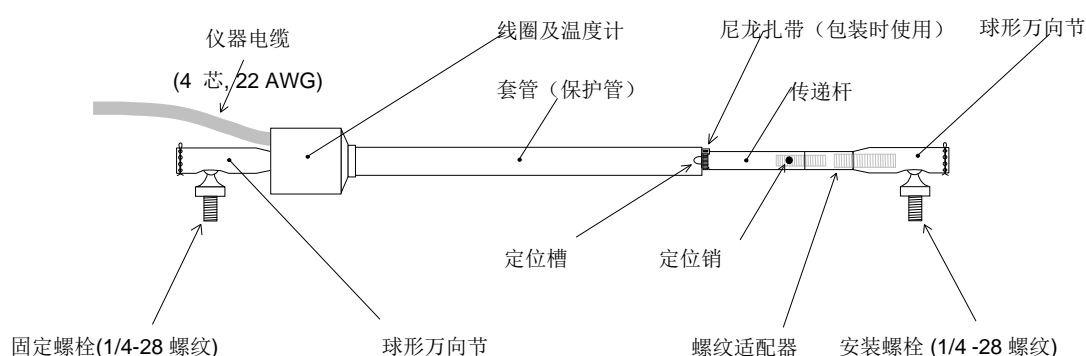

图1—4420型振弦裂缝计
收到仪器就应检查是否工作正常(包括半导体温度计)。裂缝计到货时,传递杆固定在大约50%量程的松紧程度(见图1),让仪器处于拉伸状态,因而在运输期间受到保护。把仪器与读数仪相连并读数(见第3章节),读数应稳定并在4000—5000之间。
注意裂缝计率定表显示了在零点的真实读数，拉伸范围25%，50%，75%和100%。这些读数可用于在其任何范围内指导设置裂缝计。裂缝计能一直拉伸到获得满意读数为止（见第三节读数指导），然后固定此位置，并同时测量锚固间距（螺栓拧在球形万向节上，见图1）。测量结果可用于指导钻孔或焊接锚固间距。
- 2) 用已固定的锚杆安装裂缝计，如果在中间位置安装仪器，把固定传感器传递杆绑好的尼龙扣拆除（见图1）。用灌浆或环氧填注钻孔并将锚杆推进直至与表面齐平，然后使用速凝水泥或环氧树脂灌浆。